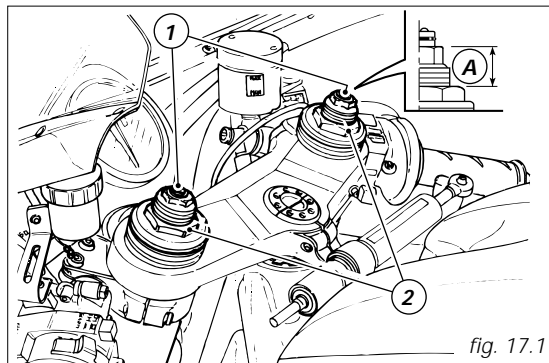

fig. 17.1
- 1) (fig. 17.1) pour modifier l'action hydraulique d'amortissement en extension;
- 2) (fig. 17.1) pour modifier la précharge des ressorts intérieurs;